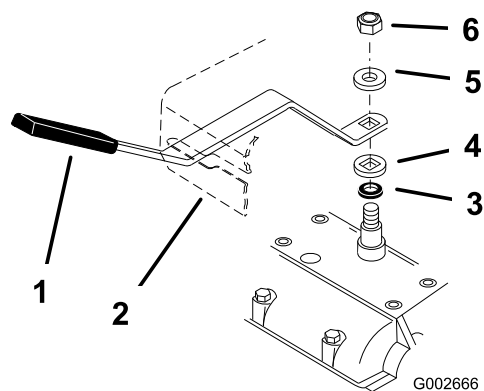

Figure 7
- Sélectionnez le point mort et vérifiez l'alignement du levier dans le cran de la plaque du levier de vitesses. L'espace de chaque côté du levier doit être égal (Figure 7).
- Sélectionnez le deuxième rapport et vérifiez l'alignement du levier dans le cran de la plaque du levier de vitesses. L'espace entre le haut et le bas du levier doit être égal (Figure 7).
- Si ce n'est pas le cas, enlevez le levier et pliez-le légèrement pour le régler (Figure 7).